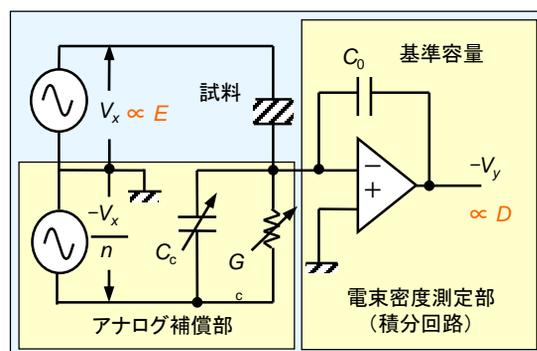
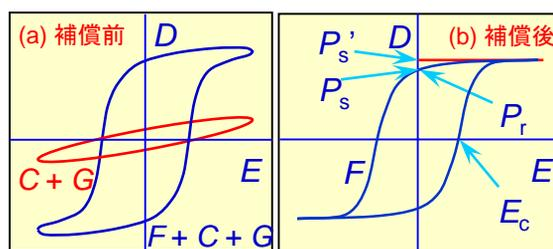

図1 改良型ソーヤ・タワー回路
図2  $D$ - $E$ 履歴曲線の補償（模式図）
- $D$ - $E$ 履歴曲線が観測されれば、強誘電性を確認したと言える。従来、 $D$ - $E$ 履歴曲線の補償にはソーヤ・タワー回路が用いられてきたが、誤差を小さくするため、改良した回路を開発した（図1）。
- 補償前の $D$ - $E$ 履歴曲線は図2 (a)のようになるが、改良型回路（図1）により履歴曲線を補償することで、図2 (b)に示すような純粋な自発分極の成分（強誘電成分、 $F$ ）のみの観測が可能になる。